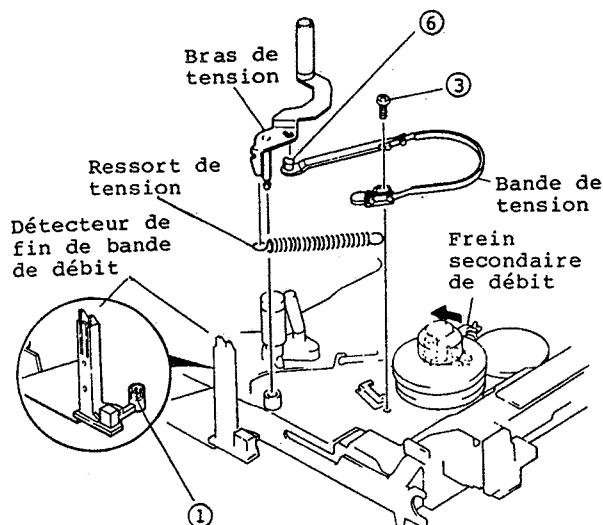

Fig. 2-69
1. Libérer un segment de fixation (1) du détecteur de fin de bande en débit.
- (Se reporter à la figure 2-69)
3. Retirer une (1) vis de fixation immobilisant la bande de tension.
6. Libérer un (1) segment de fixation puis la bande de tension et le bras de tension.